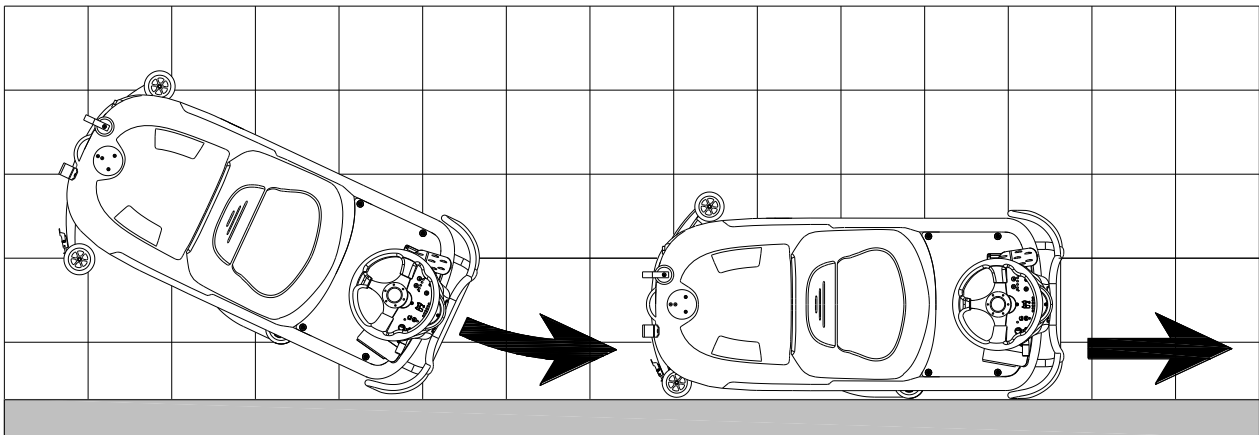
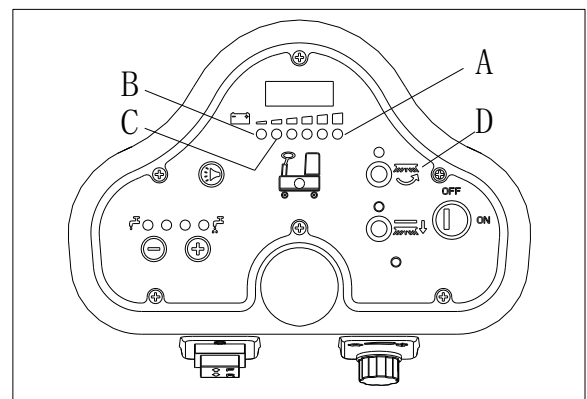

Figura 11
Figura 12
Para un fregado /secado del suelo por el lado de las paredes, le sugerimos que se acerque a las paredes por el lado derecho (lado de la rueda parachoques) de la máquina como se muestra en la Figura 11.
Cuando la luz verde está encendida (A, Figura 12), las baterías tienen suficiente energía para que la máquina funcione con normalidad; cuando todas las luces verdes están apagadas, la luz amarilla (C, Figura 12) está encendida, la carga de las baterías es demasiado baja, por favor cárguelas; cuando la luz roja parpadee (B, Figura 12), las baterías están descargadas, el motor aspirador y el motor del cepillo se apagarán automáticamente unos segundos más tarde, por favor lleve la máquina para cargar las baterías inmediatamente.
Si el sistema de aspiración se apaga accidentalmente (por ejemplo, cuando el flotador se activa debido a un movimiento brusco de la máquina), para reanudar la operación: apague el sistema de aspiración pulsando el interruptor (D, Figura 12), a continuación, abra la tapa (A, Figura 11) y compruebe que el flotador dentro de la rejilla (B) ha bajado al nivel del agua. Luego cierre la tapa (A) y ponga en marcha el sistema de aspiración pulsando el interruptor (D, Figura 12).
2. Levante el grupo de cepillo del portacepillos/porta-discos (H, Figura 12) pisando el pedal (G).
3. Levante la boquilla de aspiración usando la palanca (H).
5. Vacíe el depósito de agua sucia usando la manguera (D).